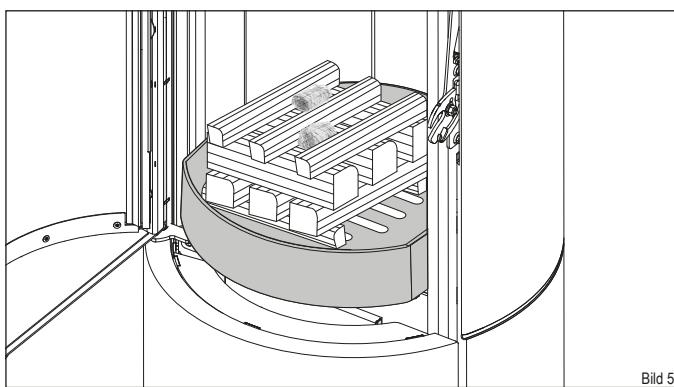

Bild 5
- Platzieren Sie die Holzscheite mittig auf dem Gußrost im Feuerraum (Bild 5):
- die ersten 2 (2) quer zur Feuerraumscheibe an das vordere und hintere Ende der Rostöffnung legen
- die nächsten 3 (1) drei in Längsrichtung zur Feuerraumscheibe auf die beiden ersten Stücke legen
- die nächsten 3 (1) quer darüber
- die letzten 3 (2) quer darüber
- die Anzündhilfe (3) mittig zwischen die oberen Holzscheite